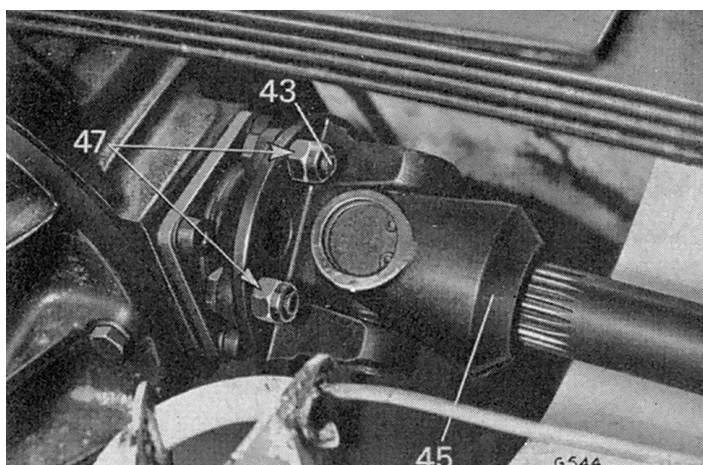
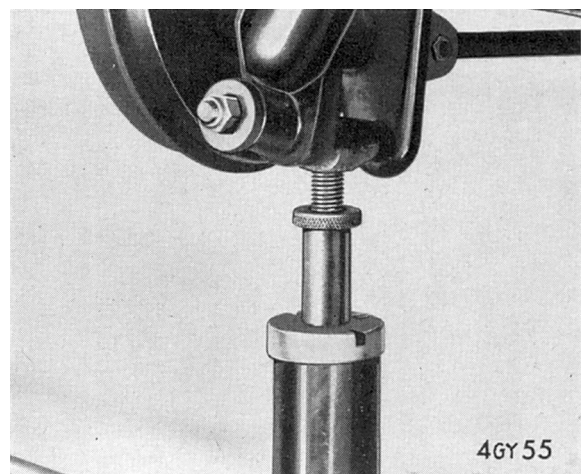

Fig. 43. Accouplement d'arbre de roue
Fig. 44. Utilisation d'un cric sous le support vertical
3. Mettre sur cric le support vertical (10), comme indiqué Fig. 44, pour soulager l'amortisseur. Retirer les écrous (47), les boulons (43) (Fig. 43) et désaccoupler l'arbre de roue.